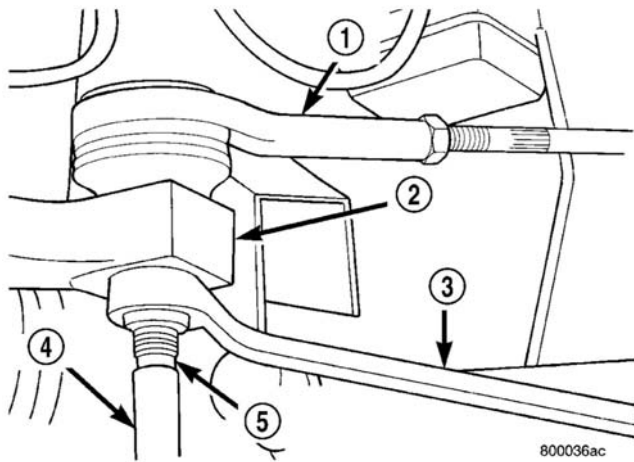

图 4 转向横拉杆端头固定螺母的拆卸/安装
(10) 在车辆的两侧，卸下将外转向横拉杆端头装接至转向节的螺母（图 4）。在用扳手松开和卸下螺母时，用套筒固定转向横拉杆端头螺柱，卸下螺母。